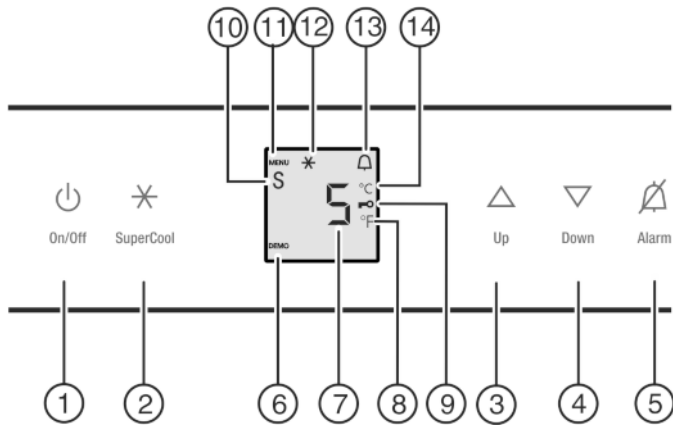

Fig. 2
- ▶ Appuyez sur la touche marche/arrêt Fig. 2 (1).
- ▶ Activer le mode de réglage : Appuyer sur la SuperCool Fig. 2 (2) pendant 5 secondes environ.
- ▷ Le symbole menu Fig. 2 (11) s'allume.
- ▶ Régler le nombre de ° avec la touche de réglage Up Fig. 2 (3) / Down Fig. 2 (4) .
- ▶ Confirmer : Appuyer brièvement sur la touche SuperCool Fig. 2 (2).
- ▶ Quitter le mode de réglage: Appuyer sur la touche On/Off Fig. 2 (1).
- ▶ Activer le mode de réglage : appuyer env. 5 sec. sur la touche SuperCool Fig. 2 (2).
- ▷ Le symbole Menu Fig. 2 (11) est allumé.
- ▶ A l'aide de la touche de réglage Up Fig. 2 (3) et touche de réglage Down Fig. 2 (4), sélectionner c.
- ▶ Pour confirmer, appuyer brièvement sur la touche SuperCool Fig. 2 (2).
- ▶ appuyer brièvement sur la touche SuperCool Fig. 2 (2) pour activer la sécurité enfants.
- ▷ Le symbole Sécurité enfants Fig. 2 (9) est allumé. L'affichage c clignote.
- ▶ appuyer brièvement sur la touche SuperCool Fig. 2 (2) pour désactiver la sécurité enfants.
- ▷ Le symbole Sécurité enfants Fig. 2 (9) s'éteint. L'affichage ϵ clignote.
- ▶ Désactiver le mode de réglage : appuyer sur la touche On/Off Fig. 2 (1).
- ▶ Appuyer sur la touche Alarme Fig. 2 (5).
- ▶ Activer le mode de réglage : appuyer env. 5 secondes sur la touche SuperCool Fig. 2 (2).
- ▶ Pour appeler la fonction Mode Sabbath, appuyer brièvement sur la touche SuperCool Fig. 2 (2).
- ▶ **Pour activer** le mode Sabbath, appuyer brièvement sur la touche SuperCool Fig. 2 (2).
- ▶ **Pour désactiver** le mode Sabbath, appuyer brièvement sur la touche SuperCool Fig. 2 (2).
- ▷ L'affichage de la température indique le symbole mode Sabbath tant que le mode Sabbath Fig. 2 (10) est activé.